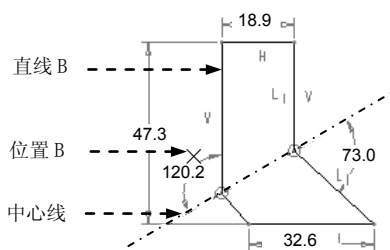

图 4.13.13 添加第二个角度标注
(2) 添加第二个角度标注。在图 4.13.13 所示的图形中，依次单击中心线和直线 B，中键单击位置 B 放置尺寸，创建第二个角度尺寸。